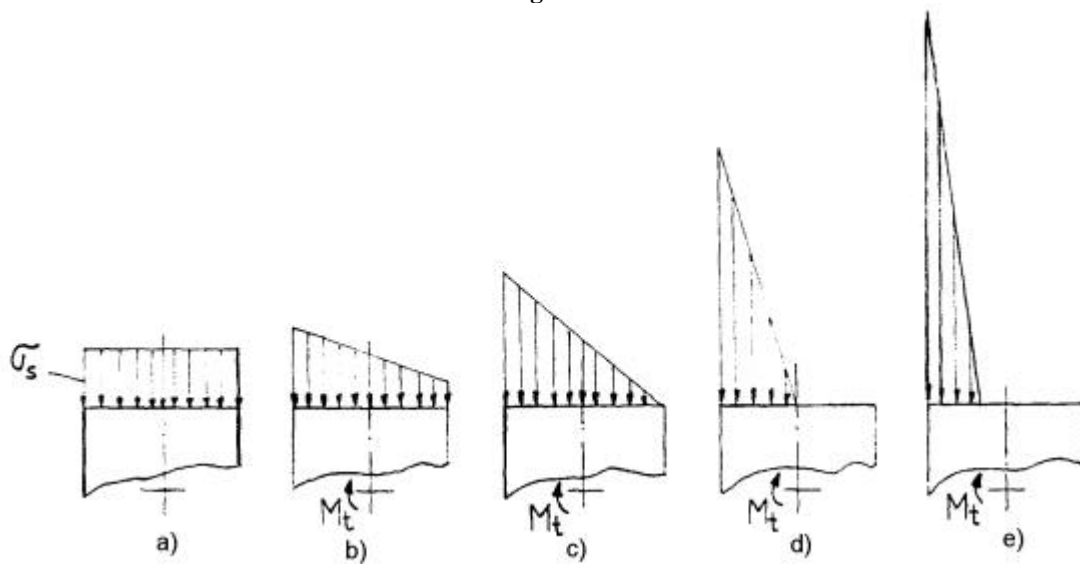

Fig. 15.27
**T\*.15.27.** Cum explicati diferitele distributii de tensiuni de contact produse pe fetele unui arbore poligonal si ale butucului conjugat (fig. 15.27)?